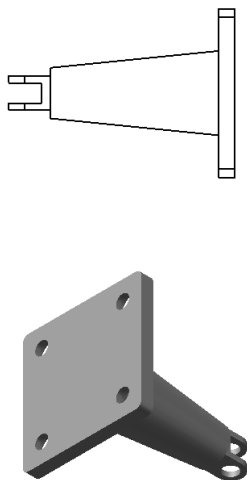
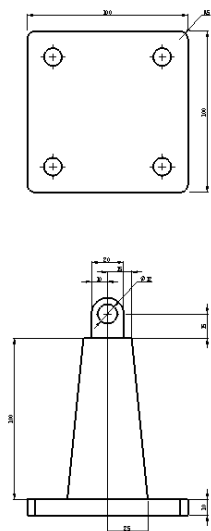

图 12-53 “模型项目”属性管理器
图 12-54 显示模型尺寸
4) 显示模型尺寸 选择菜单栏中的“插入”→“模型项目”命令, 或者选择“注解”操控面板中的  (模型项目) 按钮, 会出现“模型项目”属性管理器, 在属性管理器中设置各参数, 如图 12-53 所示, 单击属性管理器中的  (确定) 按钮, 这时会在视图中自动显示尺寸, 如图 12-54 所示。